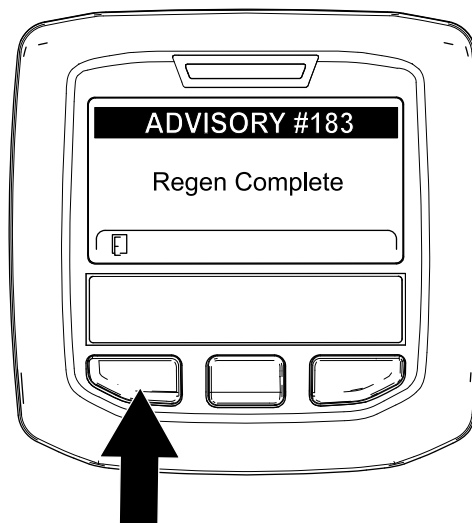

Рисунок 80
9. Когда компьютер двигателя завершает процесс стационарной или восстановительной регенерации, на дисплее инфо-центра появляется информационное сообщение № 183 (Рисунок 80). Для перехода на главный экран нажмите левую кнопку.
Примечание: Если регенерацию не удалось завершить, на дисплее инфо-центра появляется информационное сообщение № 184 (Рисунок 80). Для перехода на главный экран нажмите левую кнопку.